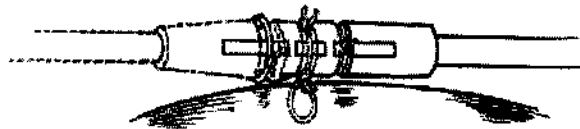

Figura 5
2. Asegure el manguito de fijación al cuerpo del cable anudando firmemente una sutura en cada una de las tres ranuras (Figura 5). La única posición recomendada para las suturas es en las tres ranuras.